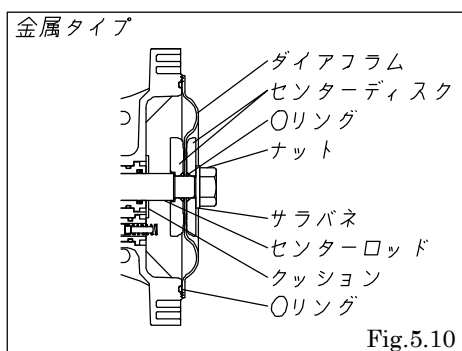
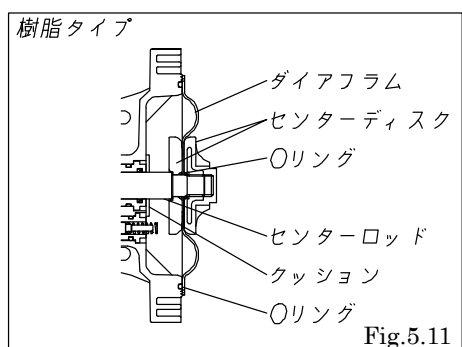

Fig.5.10
Fig.5.11
- ・ボディ両側の溝に O リングを取り付ける。[Fig.5.10, Fig.5.11]